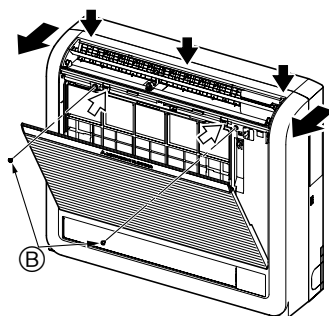

Fig. 3-3
- Open het voorste rooster door op de 2 plaatsen te drukken zoals aangegeven door de pijlen ➡. (Fig. 3-3)